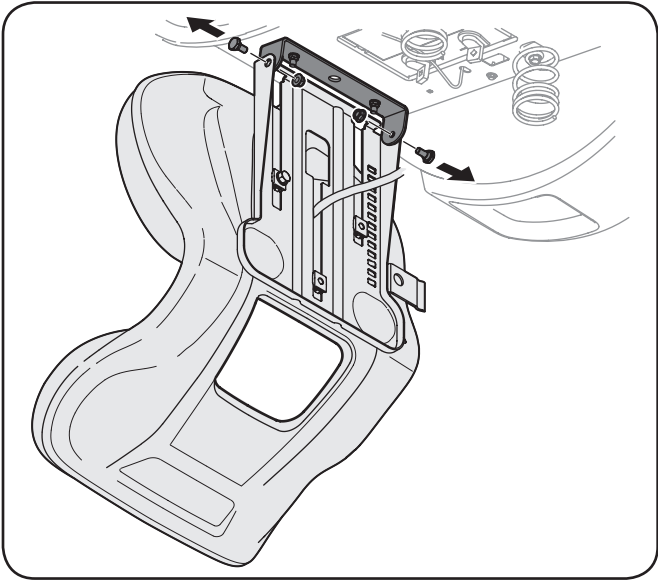

Figure 3-2
2. Enlevez les deux boulons à épaulement et les contre-écrous qui se trouvent sur la cuvette du siège, comme à la Figure 3-2.